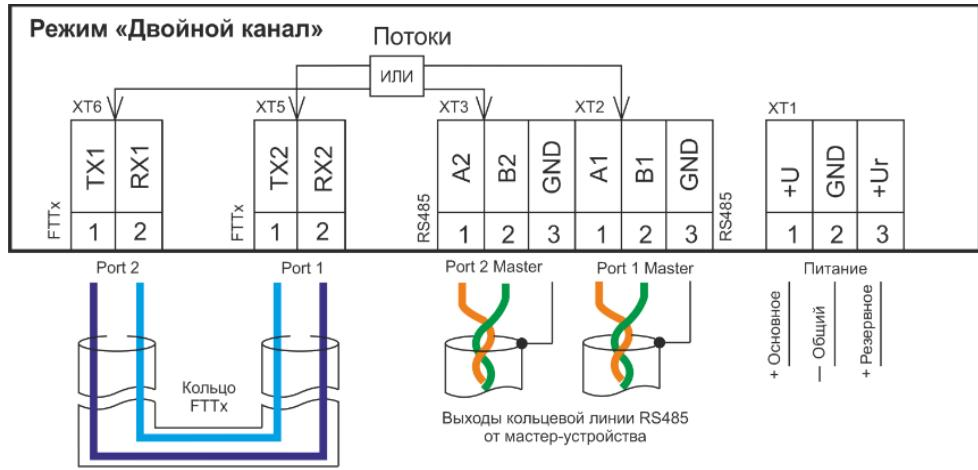

Рисунок 50. Использование RS485/FTTx-S-SC в режиме «Двойной канал»
- Режим «двойной канал» (рисунок 50) предназначен для формирования основной и резервной (кольцевой) оптоволоконной линии связи от мастер-устройств с двумя выходными портами RS485, имеющими возможность осуществлять контроль линии RS485 на обрыв (линия связи между ППУ «Бином» и блоками АБКУ-4).